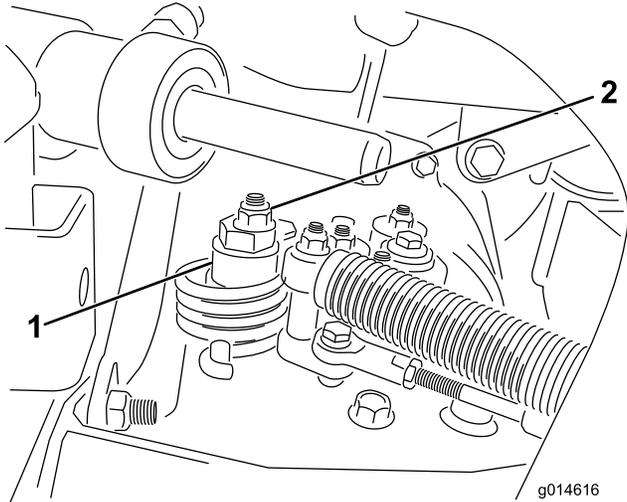

图46
- A. 松开将偏心螺栓固定到静液压泵顶部的螺母（图 46）。
- C. 旋转偏心螺栓，直到不再出现任何方向的缓慢前移。当轮子停止旋转时，旋紧螺母、锁定偏心螺栓和调整（图46）。将油门移至慢速 和 快速 位置，验证调节情况。